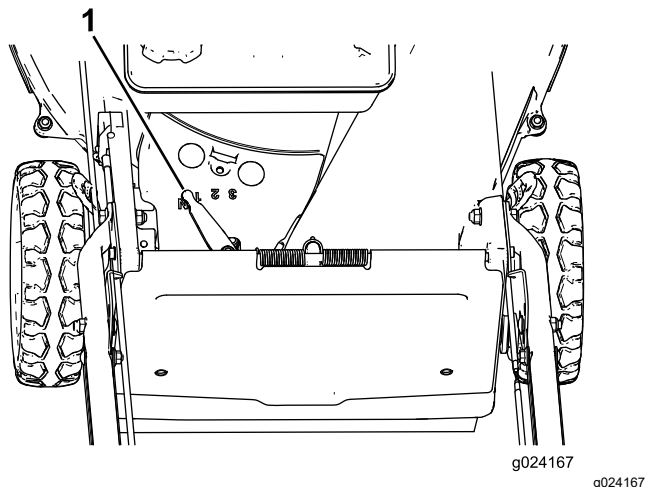

Figure 17
La machine dispose de 3 vitesses de déplacement : 1 (petite vitesse), 2 (vitesse moyenne) ou 3 (haute vitesse); elle comporte aussi une position point mort (N). Le levier de commande d'autopropulsion est situé sous et derrière le réservoir de carburant (Figure 17).